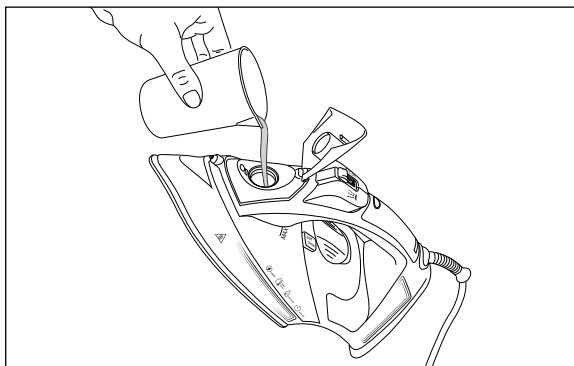

Fig. 4
- 3) Remplissez le gobelet mesureur ⑬ exclusivement avec de l'eau du robinet ou distillée. Servez-vous du gobelet mesureur ⑬ pour verser de l'eau dans le réservoir à eau ⑬ (voir fig. 4).